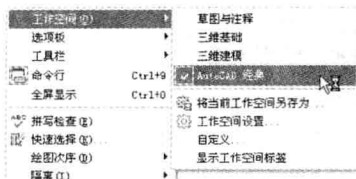

图 1-4 通过菜单选择
- 菜单栏：选择【工具】|【工作空间】菜单项，在子菜单中选择适合的工作空间，如图 1-4 所示。